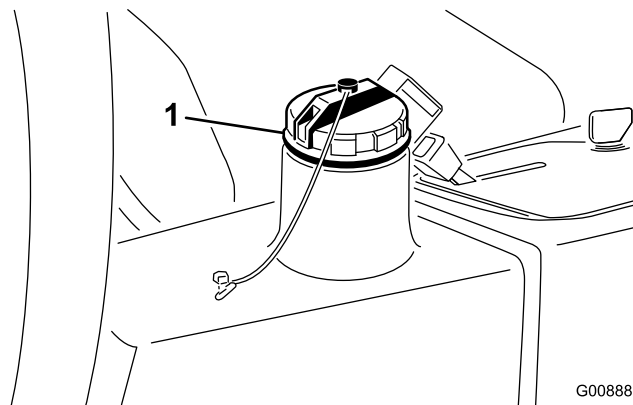

Figura 77
4. Llene el depósito (Figura 77) con aproximadamente 13,2 litros de aceite hidráulico; consulte Comprobación del sistema hidráulico (página 30).